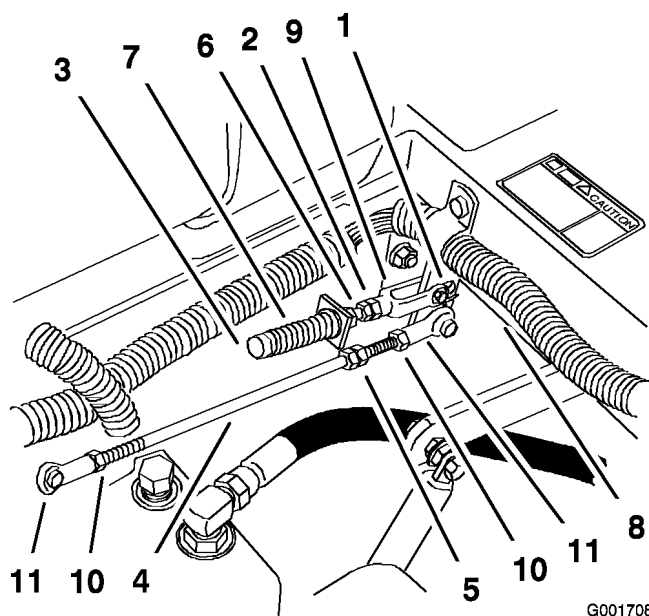

Bild 66
1. Lockern Sie die Sicherungsmuttern an den Kugelgelenken der Pumpsteuerungsstange (Bild 66).
3. Stellen Sie die Länge der Pumpstange ein, indem Sie die Doppelmutter an der Stange so weit in die entsprechende Richtung drehen, bis das Rad stillsteht oder sich leicht zurückdreht (Bild 66).
6. Ziehen Sie die Klemmmutter an den Kugelgelenken fest (Bild 66).